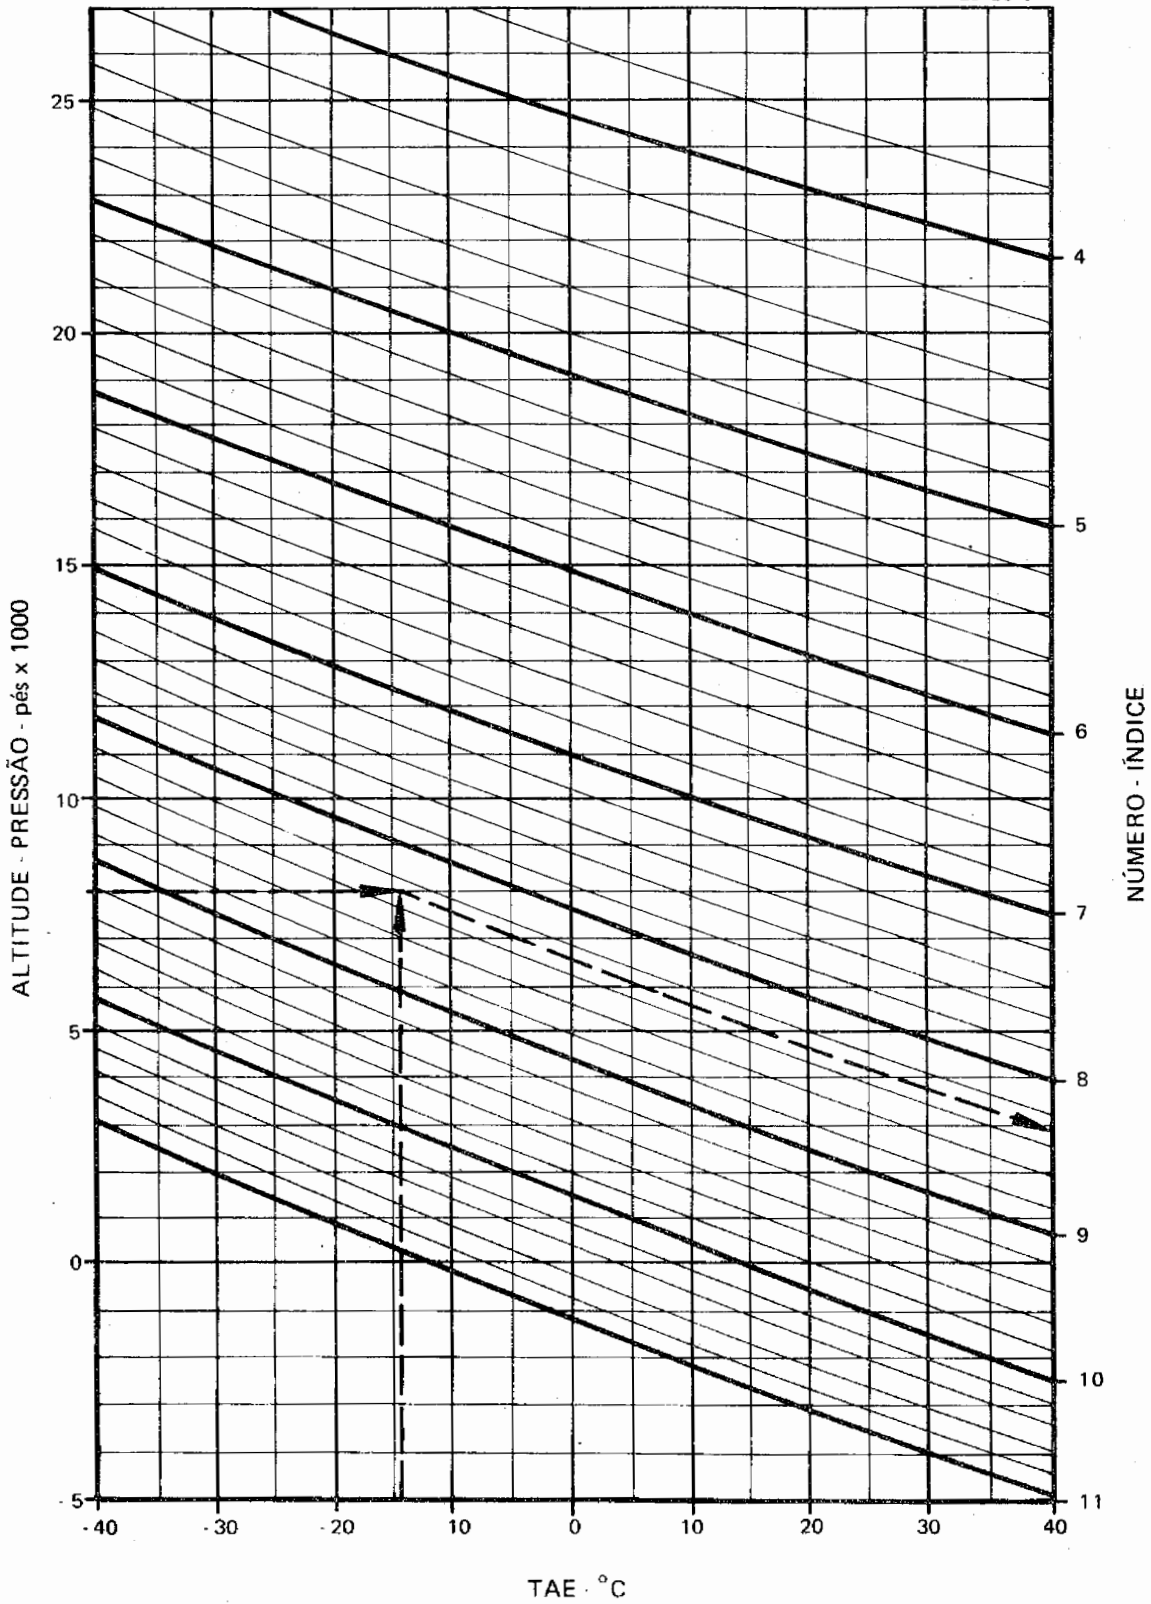

Figura 3-17. Análise das Tendências de Funcionamento do Motor - Obtenção do Número-Índice
2. Entre no gráfico da figura 3-17 com a temperatura do ar externo (TAE) e com a altitude-pressão (AP) anotadas durante o vôo e obtenha o índice correspondente.
Inicialmente, localize no gráfico da figura 3-17 a TAE de -14°C e suba no sentido indicado pela seta até encontrar a linha correspondente à altitude de 8000 pés; deste ponto desça, paralelamente, a linha de referência, até atingir a escala de número-índice e anote o número-índice obtido: 0,83.